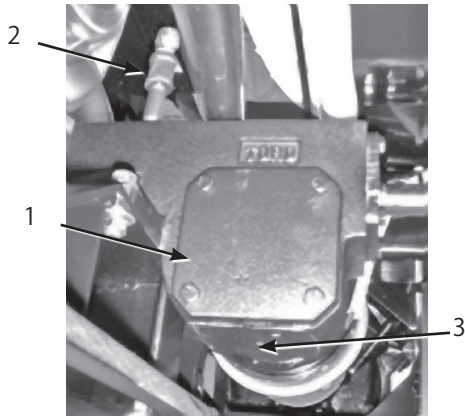

図45
3. 補給口プラグとドレン・プラグ (図45) を取り、排出されるオイルを容器で回収する。